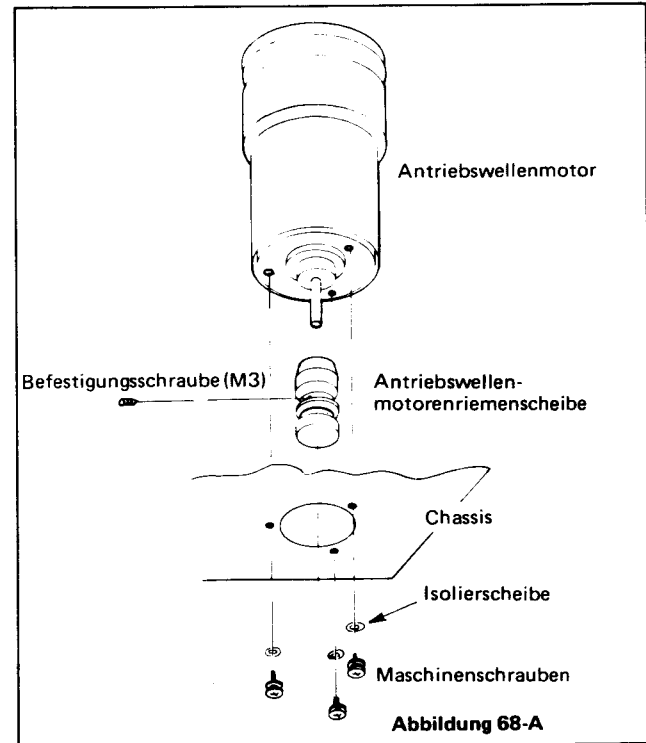

Abbildung 68-A
- Die Riemenscheibe muß gemäß der Abbildung 68-B auf die Achse des neuen Antriebswellenmotors aufgesetzt werden.